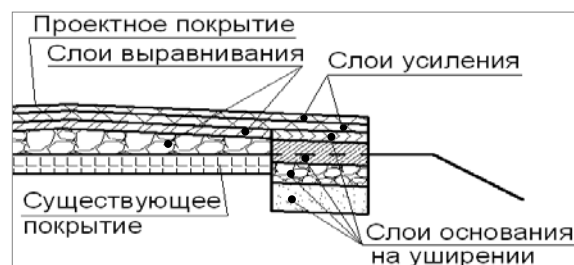

Рис. 23. Выравнивание по ширине существующего покрытия
- **Выравнивание по ширине – Существующего покрытия:** слои выравнивания располагаются только над существующим покрытием, а слои основания дорожной одежды на уширении начинаются сразу под слоями усиления (рис. 23).